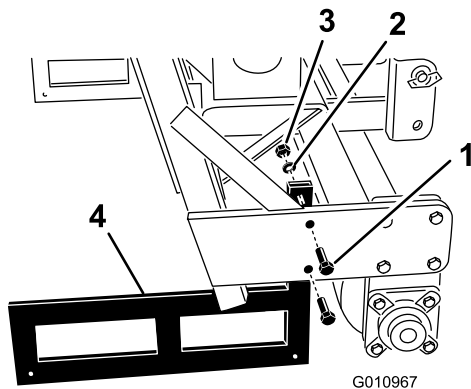

Figura 26
2. Retire os parafusos e as porcas que fixam os suportes de armazenamento em cada extremidade do arejador (Figura 26).